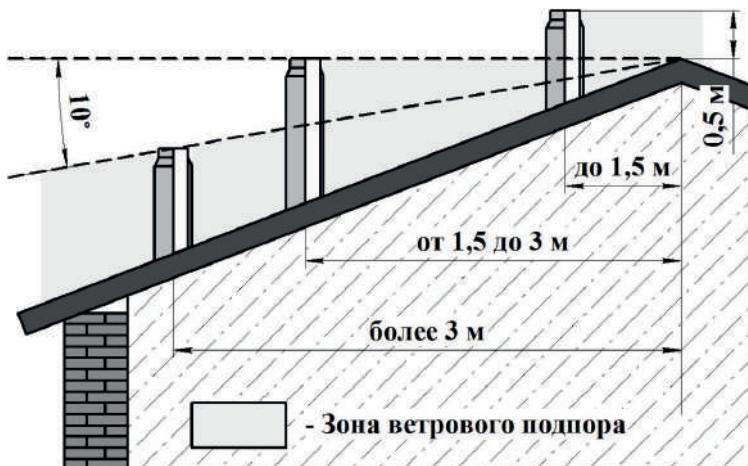

Рисунок 6 - Требования к высоте дымохода
- не ниже линии, проведенной от конька вниз под углом 10° к горизонту при расположении дымовой трубы от конька на расстоянии более 3 м (см. рисунок 6).